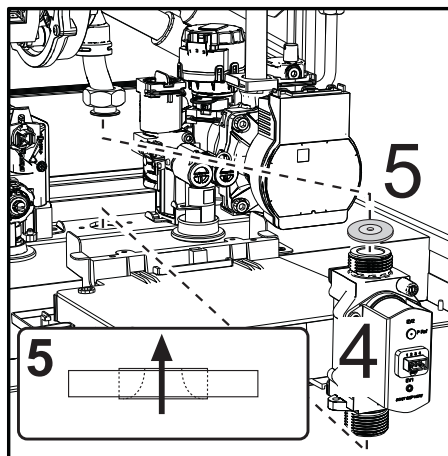

fig. 59
- Scoateți valva de gaz „4” și diafragma pentru gaz „5” (fig. 59).